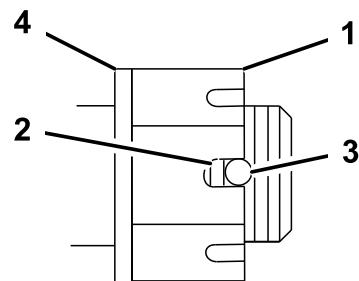

Figure 45
- Serrez l'écrou crénelé à 170 Nm (125 pi-lb) (Figure 45).
- Mesurez l'espace entre la base de la fente de l'écrou et le bord intérieur du trou. On ne doit pas voir plus de deux filets (Figure 45).
- Serrez l'écrou jusqu'à ce que la série de fentes suivante soit en face du trou de l'axe (Figure 45).